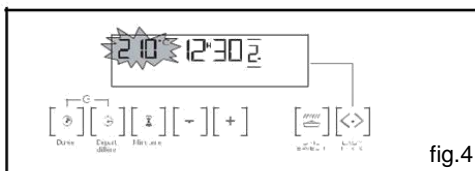

fig.4
Exemple : repère de température 210°C (fig.4).
- 0:00 clignote (fig.4).